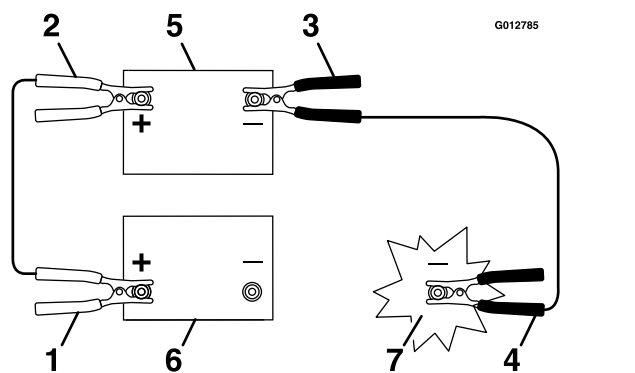

Figure 50
3. Connectez le câble positif (+) à la borne positive (+) de la batterie à plat qui est reliée au démarreur ou au solénoïde (Figure 50).